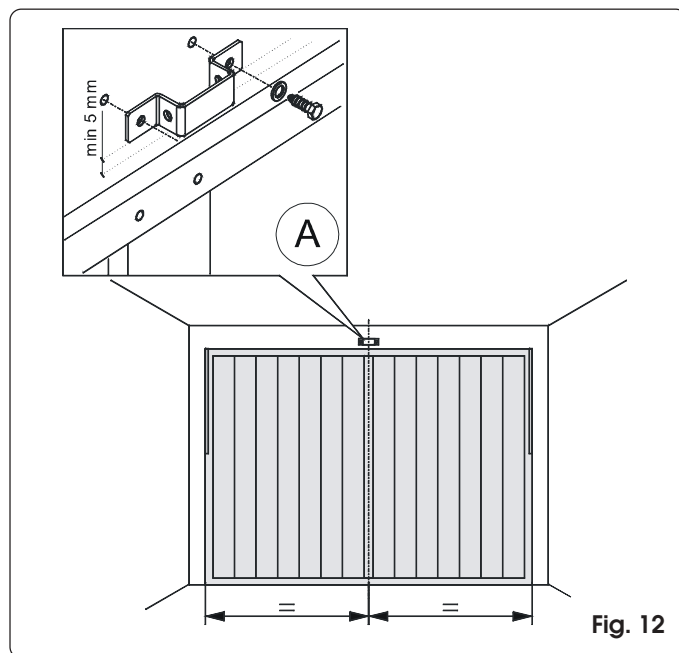

Fig. 12
- 1) Tracer sur le linteau une ligne correspondant à la médiane verticale de la porte (fig. 12).
- 3) Positionner la patte de fixation de l'attache avant en plaçant son bord inférieur à au moins 5 mm au-dessus du point d'intersection des lignes et centré avec la ligne verticale (fig. 12). Pour le positionnement de la patte de fixation par rapport au point d'attache sur la porte, se reporter également au paragraphe 7.2.